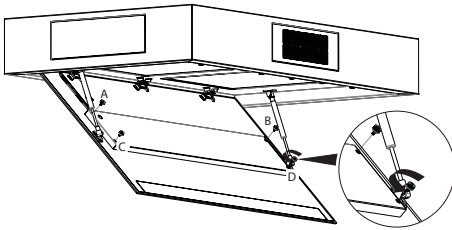

Abb. 24
1. ➤ Öffnen Sie das Seitenabsaugglas (Abb. 24).
2. ➤ Nehmen Sie die Schrauben an der A,B,C,D Punkten über dem seitlichen Ansaugglas ab (Abb. 24).